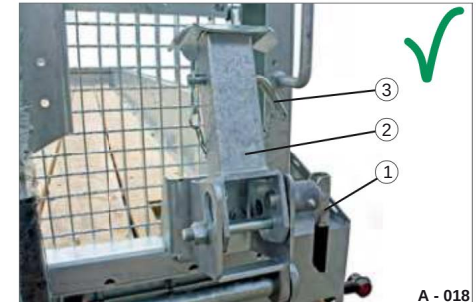

Fig. 8 Posizione di guida
• Prima di mettersi in viaggio, verificare che entrambi i supporti pieghevoli siano in posizione di guida (vedere Fig. 8).